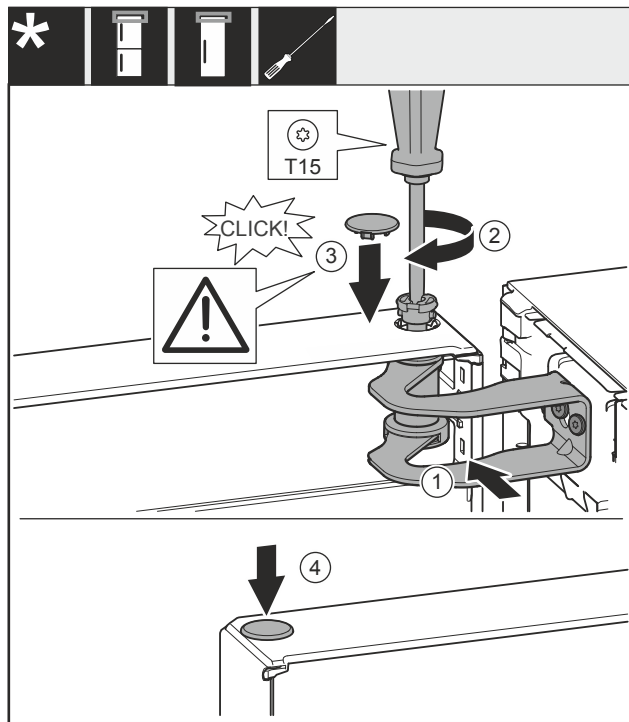

Fig. 24
- ▶ Выровняйте дверь по отверстию в опорном кронштейне Fig. 24 (1).
- ▶ Вставьте палец Fig. 24 (2) и затяните отверткой.
- ▶ Установите крышку Fig. 24 (3).
- ▶ Проследите за тем, чтобы крышка Fig. 24 (3) прилегала к дверям.
- ▶ Установите крышку Fig. 24 (4).